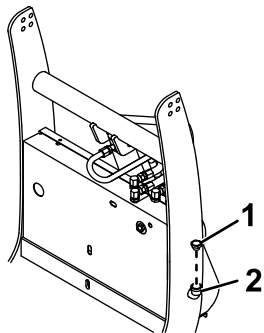

Figure 41
2. Nettoyez la surface autour du bouchon de remplissage (Figure 41).